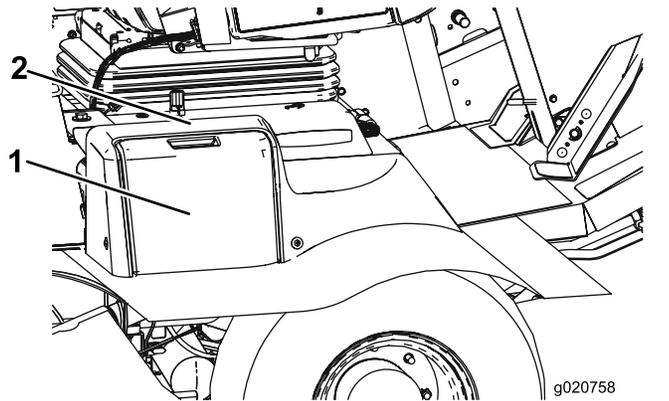

Figure 59
1. Ouvrez le couvercle de la batterie sur le côté du carénage (Figure 59).
**Remarque:** Appuyez sur la surface plate au-dessus du couvercle de batterie pour faciliter la dépose du couvercle (Figure 59).